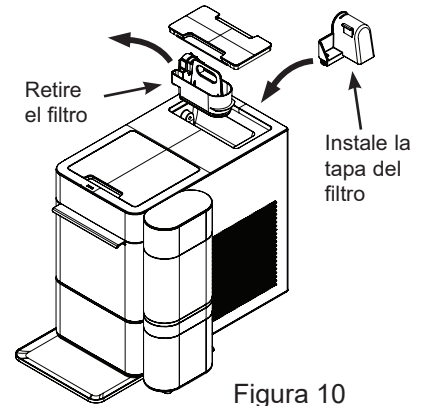

Figura 10
- Retire el filtro (si está presente) e instale la tapa del filtro (Figura 10)